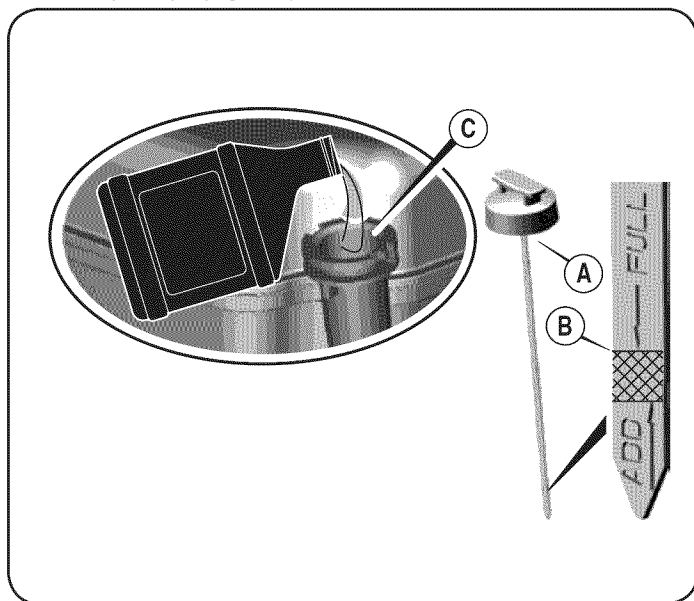

Figura 4
1. Remueva la varilla indicadora de nivel de aceite (A) y límpiela con un trapo limpio(Figura 4).